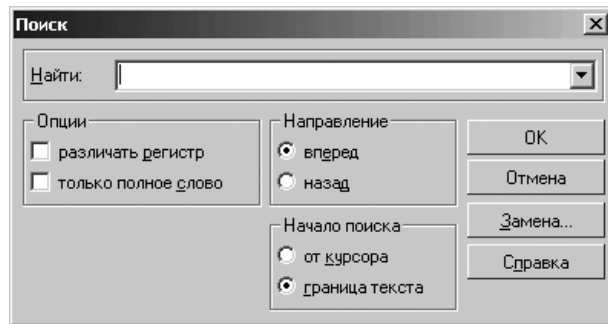

Рис. 5.102. Диалоговое окно **Поиск**
- **Найти** позволяет найти заданный текст. Вызывается диалоговое окно **Поиск**, в котором можно задать различные параметры для поиска текста. Это окно показано на рис. 5.102.